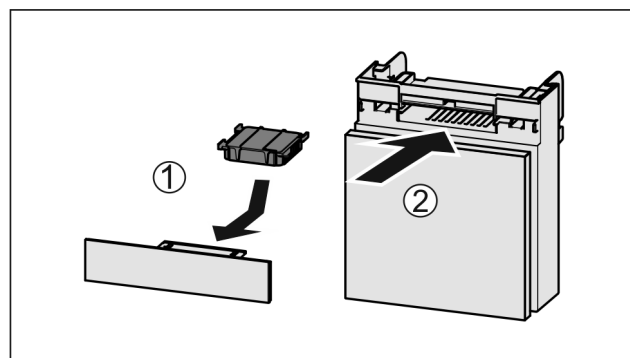

Fig. 84
- ▶ Vložte aktívny uhlíkový filter podľa obrázka Fig. 84 (1).
- ▶ Zasuňte zásuvku Fig. 84 (2).